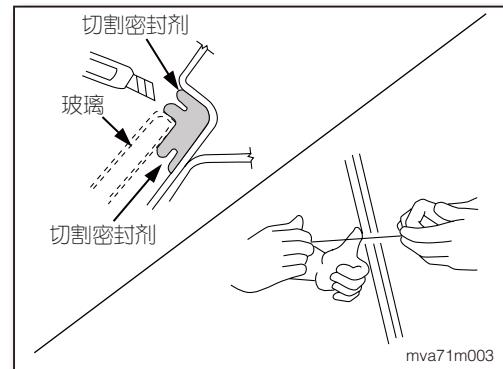

图10
6. 使用钢丝或电动切割工具与可充气泵袋拆下玻璃(如图10~12)。